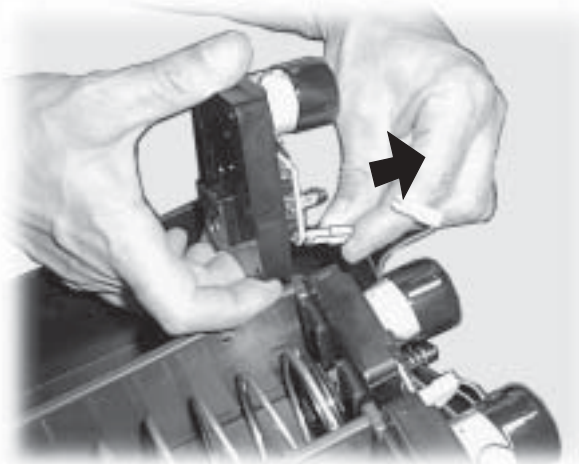

Fig. 51
- extraer los conectores eléctricos (Fig. 51);